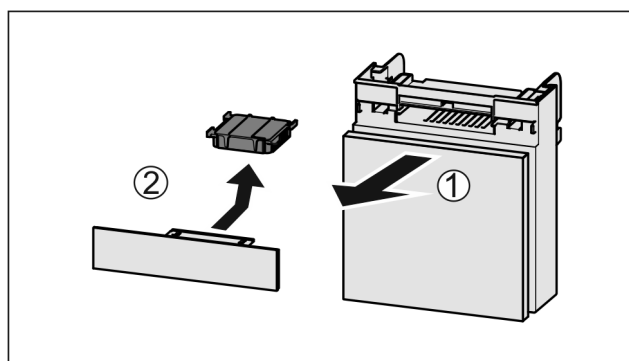

Fig. 170
- Extraire le compartiment par l'avant Fig. 170 (1).
- Sortir le filtre à charbon actif Fig. 170 (2).